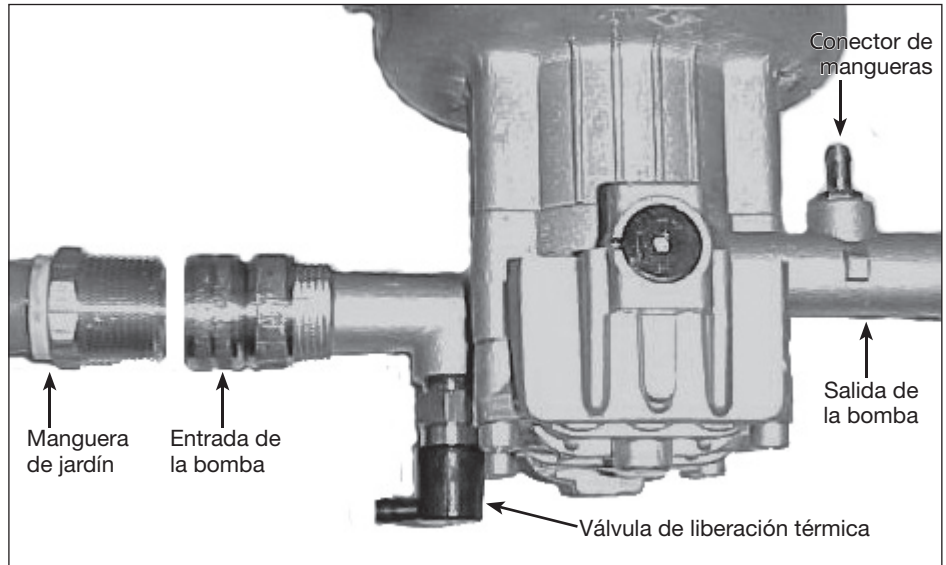
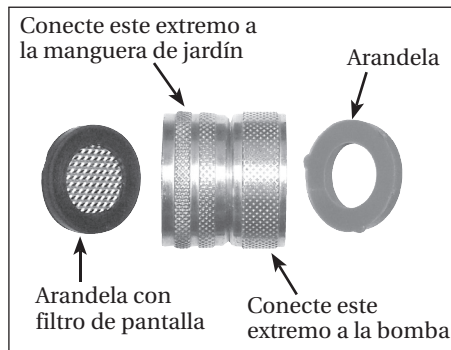

Figura 11 - Conexión de la bomba
Figura 12 - Eslabón adaptador de bronce
3. **Adaptador giratorio de bronce** (ver la Figura 12). Si ya no está conectado a la entrada de la bomba, arme el adaptador giratorio de bronce y conéctelo a la entrada de la bomba (ver la Figura 11). Asegúrese de conectar el lado correcto del adaptador giratorio de bronce a la bomba.
4. Asegure la manguera de jardín (no se incluye) a la conexión de entrada de la bomba (Ver Figura 11).